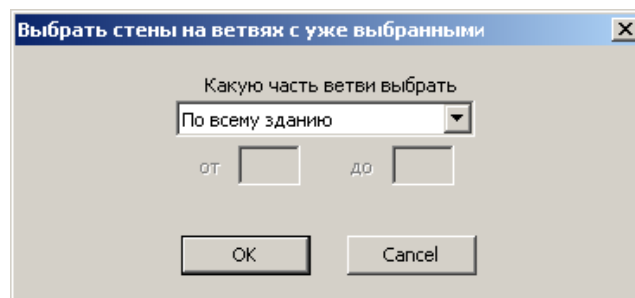

Рис.1.16.4. Окно диалога **Выбрать стены на ветвях с уже выбранными**
- В открывшемся окне диалога **Выбрать стены на ветвях с уже выбранными** (рис. 1.16.4) все параметры оставьте по умолчанию.